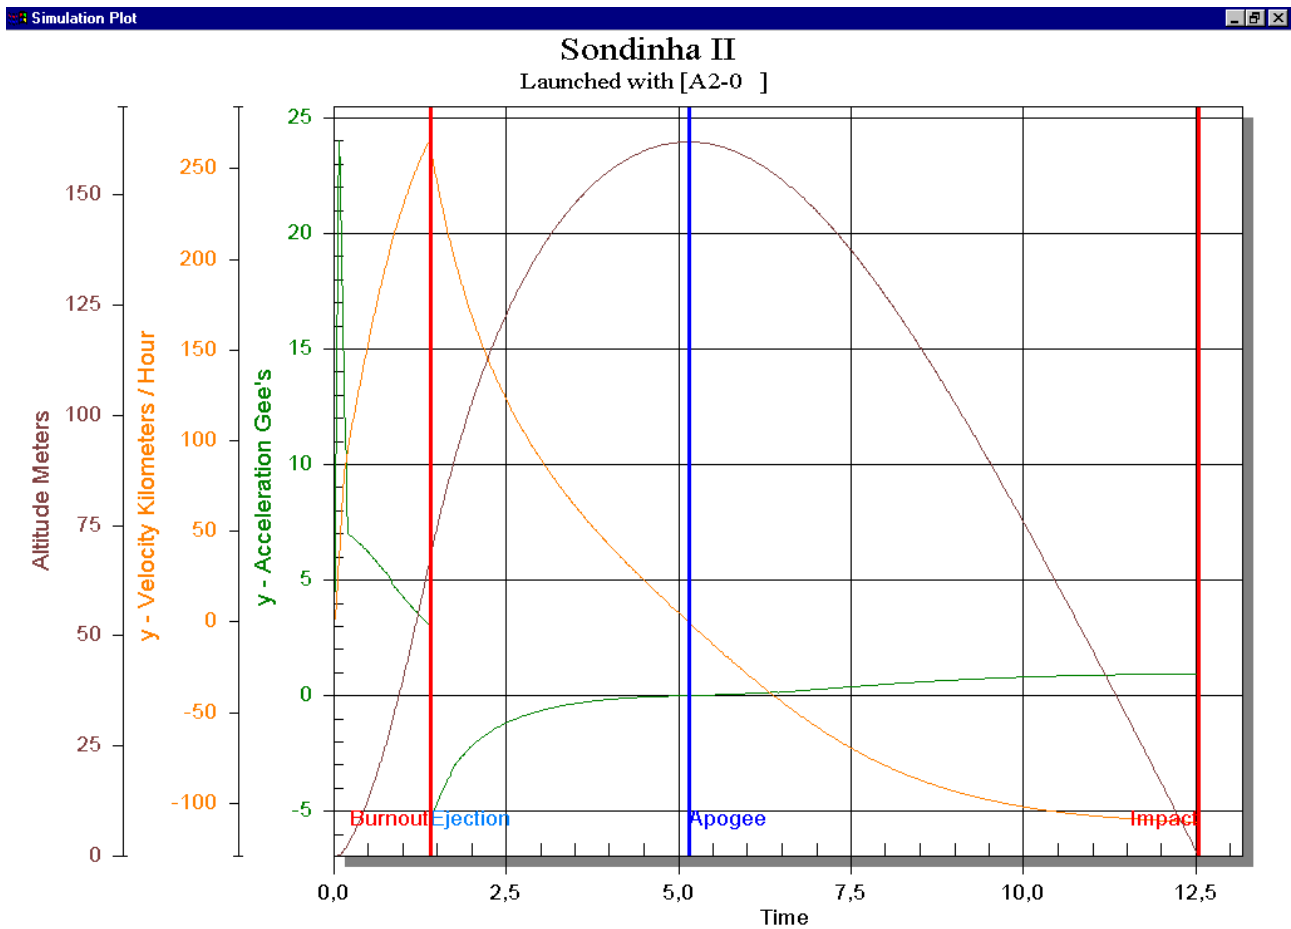

Figura 8. Gráfico resultante da configuração mostrada na Figura 7.
- (d) Clicar no botão “Plot graph” para mostrar o gráfico que foi configurado (Figura 8). A expressão “burnout” significa o instante de tempo em que ocorre o fim da queima do propelente.